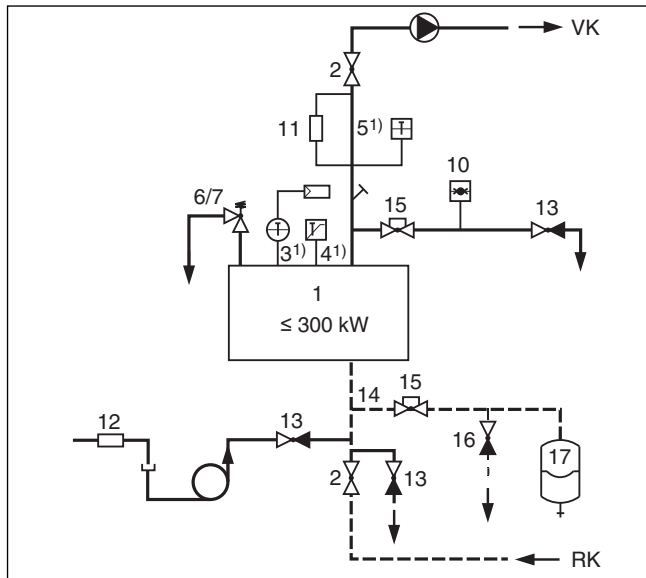

Рис. 35 Приборы безопасности по EN 12828 для котла = 300 кВт с STB  $\leq 110\text{ }^{\circ}\text{C}$  (прямой нагрев)
1) (рис. 35 и 36) базовая комплектация системы управления котла: максимально достигаемая температура подающей линии в сочетании с системами управления Logamatic примерно на 18 К ниже температуры отключения (STB).
## Пояснения к рис. 35 и 36: